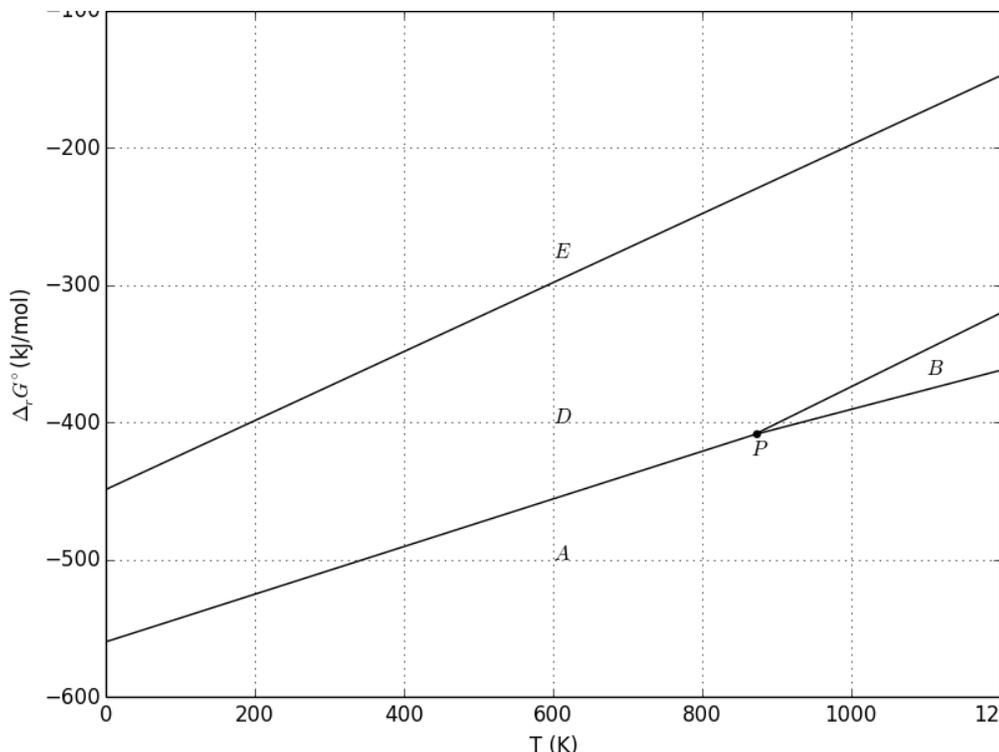

Figure 1 – Diagramme d'Ellingham du fer
- 4.5. La figure 1 ci-dessous donne le diagramme d'Ellingham simplifié du fer.
- 4.6. Quelle est la variance d'un système représenté par le point P de la figure 1 ? Commenter.
Reproduire la figure 1 sur votre copie et la compléter avec le tracé de $\Delta_r G_5^\circ(T)$